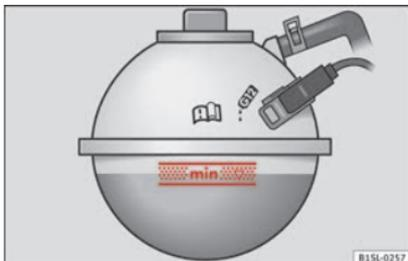

Abb. 109 Im Motorraum: Markierung an dem Motorkühlmittelausgleichbehälter.
- Motorkühlmittelstand bei kaltem Motor an der seitlichen Markierung des Ausgleichsbehälters prüfen **» Abb. 109.**
- Der Motorkühlmittelstand muss sich innerhalb der Markierungen des Ausgleichsbehälters befinden **» Abb. 109. Nicht über die Oberkante des markierten Bereichs auffüllen  !**
- Motorkühlmittel nur bis zur Oberkante des markierten Bereichs auffüllen » Abb. 109. Überschüssiges Motorkühlmittel wird sonst bei Erwärmung aus dem Motorkühlsystem gedrückt und kann zu Beschädigungen führen.